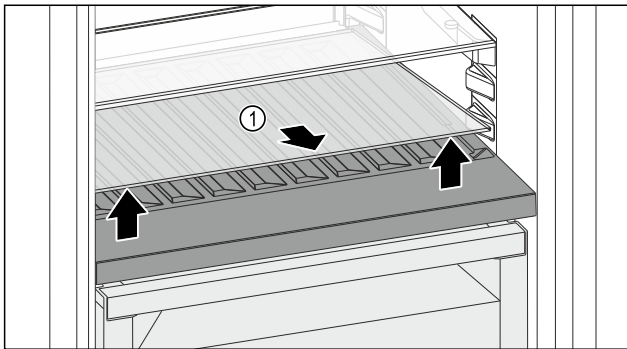

Fig. 151
- ▶ Glasplatte Fig. 151 (1) an der Aussparung vorne anheben und herausnehmen.
- ▶ Glasplatte Fig. 151 (1) außerhalb des Geräts sicher aufbewahren.
- ▶ Glasplatte (2) unter der variablen Flaschenablage einlegen.